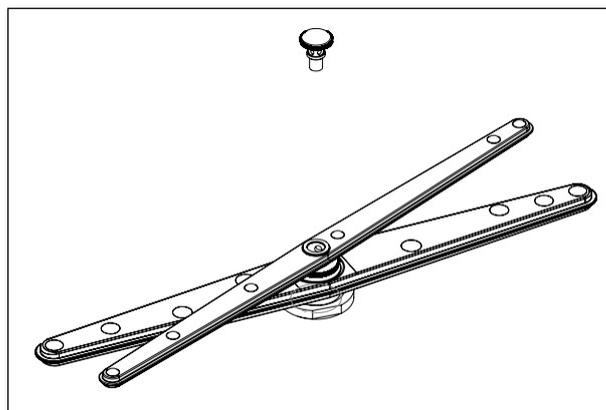

Рисунок 15
- Для этой операции необходимо выкрутить болт, снять и очистить рукава для мойки и ополаскивания. (Рисунок 15)